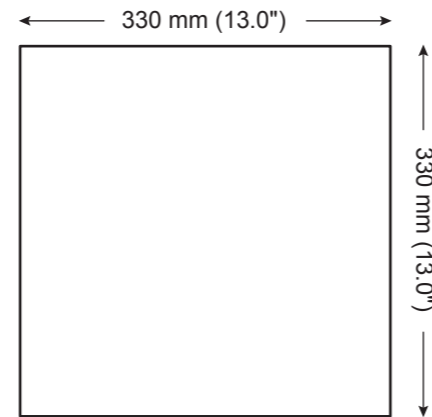

Fig. 12. PCI 45DC Cutout Dimensions
2. 希望の場所に正方形を注意深くマークし、注意深く切り抜きます。乾式壁/石膏ボードの穴。穴からほこりやごみを取り除きます (図 12)。